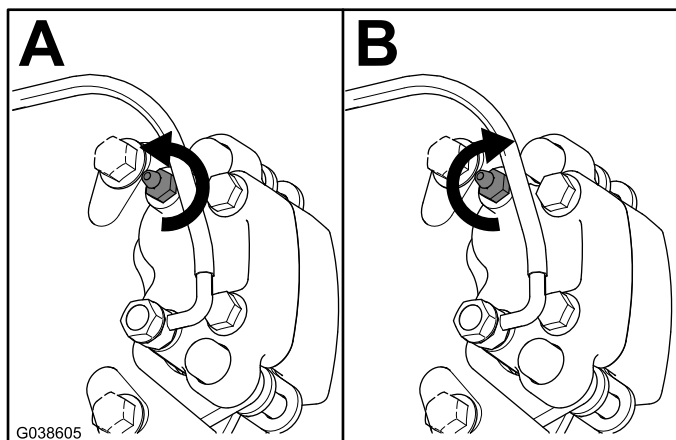

Figura 11
2. Com o pedal do travão totalmente pressionado, desaperte o parafuso de purga 1/4 de volta (Figura 11).
3. Com o pedal do travão totalmente pressionado, aperte o parafuso de purga 1/4 de volta (Figura 11).